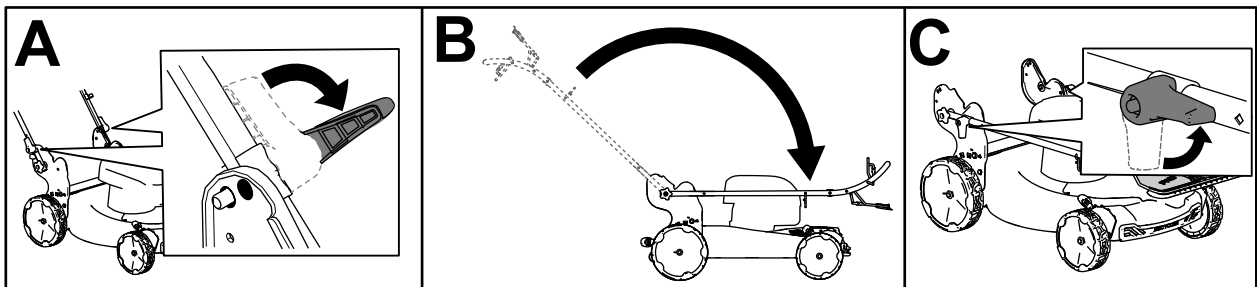

Figura 14
2. Decuplați închizătoarele mânerului până ce puteți mișca mânerul superior liber (A din Figura 14).
3. Pliați mânerul spre față și cuplați închizătoarele mânerului (B și C din Figura 14).